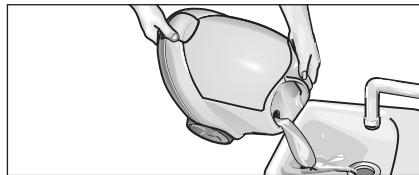

Abb.12: Kessel ausspülen
- Füllen Sie den Kessel mit Wasser und schütteln ihn kräftig durch (Dadurch lösen sich Kalkrückstände, die sich auf dem Boden des Kessels abgesetzt haben). Gießen Sie dann das Wasser aus, indem Sie das Gerät zur Ecke mit dem Einfülltrichter kippen (siehe Abb. 12).
- Schütten Sie das restliche Wasser vollständig aus dem Kessel (s. Abb. 12).